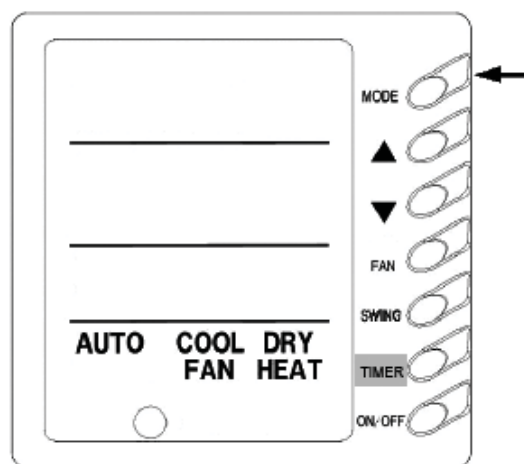

Рис. 6
5) Выбор режима работы кондиционера (рис. 6)